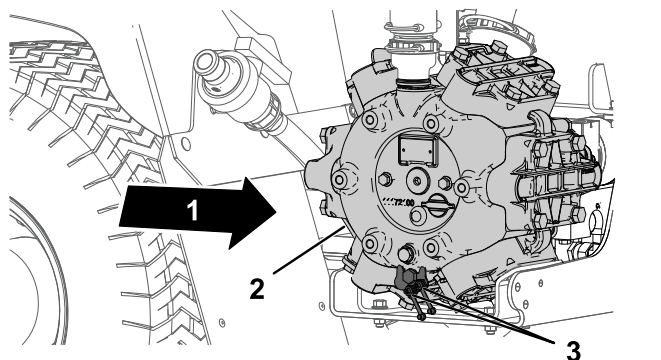

图 66
1. 将 2 个远距离黄油嘴擦拭干净图 66。
2. 用黄油枪将润滑脂打入到远距离黄油嘴图 66。